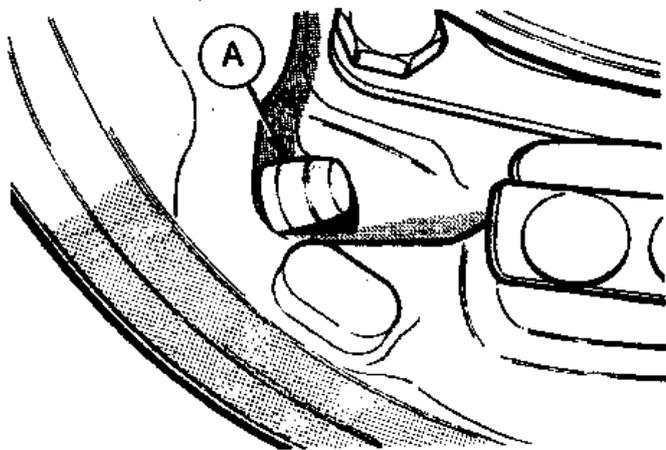

Рис.9.18. Упор рычага ручного тормоза (A) (Разд.9)
- I) Замените упор рычага ручного тормоза, сняв его с опорной пластины, если он поврежден или заедает при движении (Рис.9.18).